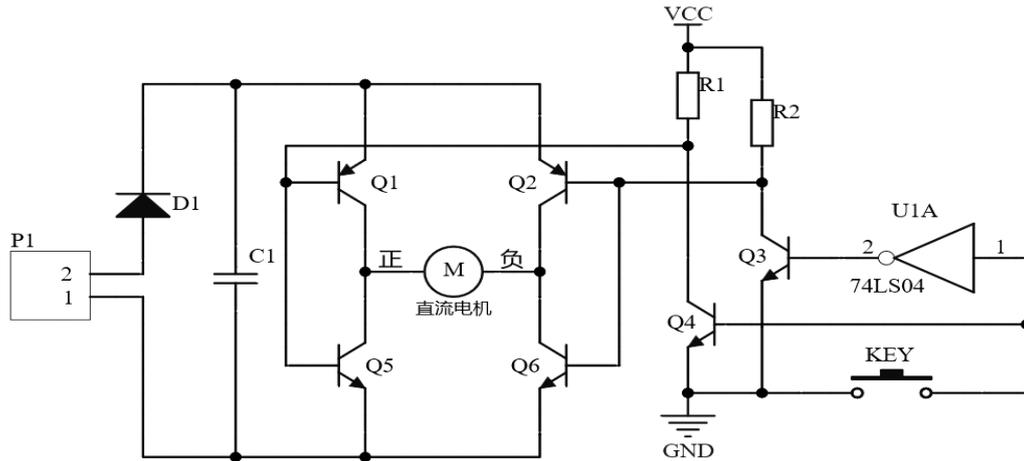

图 2-B2 电路原理图
(4) 在输入端  $U_i$  处,加上一个峰峰值为  $70mV$ （示波器上测出的值）,频率  $3KHz$  的正弦信号。用示波器测量输出端  $U_o$  处的最大值电压为( C )V,频率是( D )KHz,电压放大倍数为( E )。（每空 5 分）
(5) 在输入端  $U_i$  处,加上一个峰峰值为  $110mV$ （示波器上测出的值）,频率  $2KHz$  的正弦信号。用示波器测量输出端  $U_o$  处的峰峰值电压为( F )V,周期是( G )ms。（每空 5 分）
(6) 仪器使用及安全文明操作（5 分）
**B2. 电路原理图**如图 2-B2 所示。根据原理图将正确选项代号填入表中。（单选题  $10 \times 5$  分）